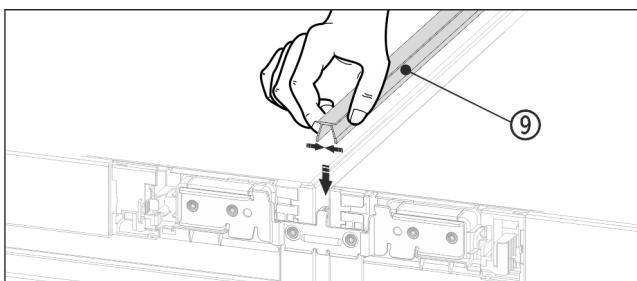

Fig. 19
- ▶ Na gornjoj strani, kratku pokrivnu letvicu Fig. 19 (9) utisnite u vodoravan procjep.